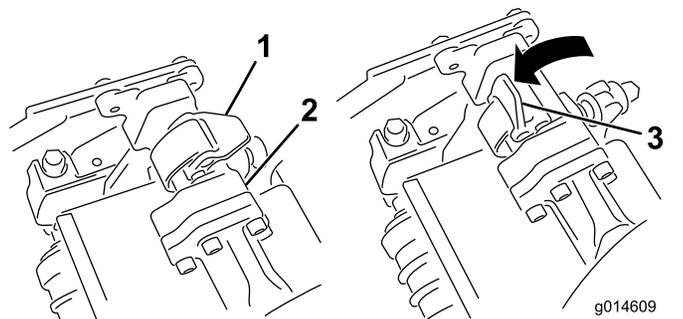
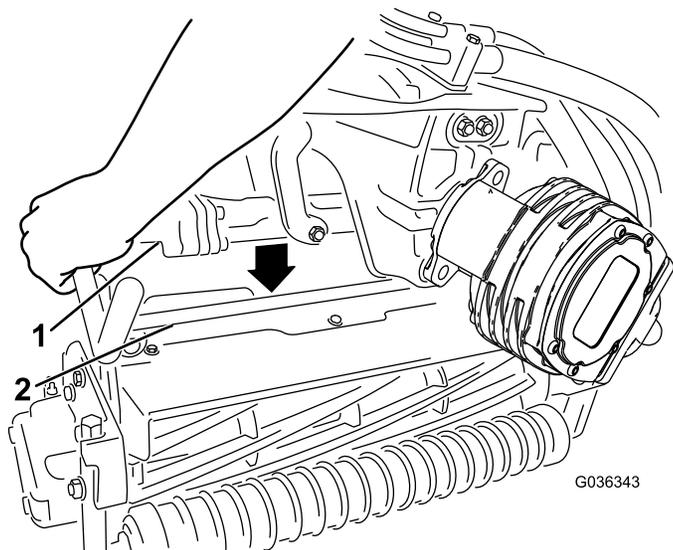

图 51
图 52
4. 当悬挂臂杆上的门锁指向上方即打开时图 51 向下压悬挂臂使悬挂臂杆与滚刀组上方的支架相契合图 52。
5. 向下并绕着滚刀组横杆关闭门锁将它们锁定到位图 51。
5. 打开您正在拆下的滚刀组悬挂臂上的门锁 图 51。